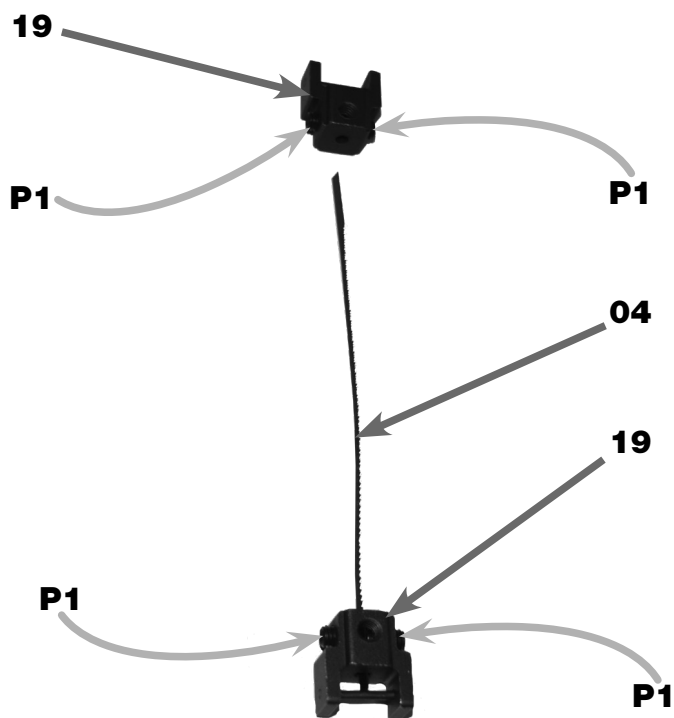

FIGURA 08 – Engate para Lâmina sem pino
2. DESAPERTAR o Manípulo Tensionador (07), cerca de 2 voltas completas;
3. ENCAIXAR a Lâmina de Corte (04) no Engate para Lâmina sem Pino (19) (figura 08);
4. APERTAR os parafusos **P1** para fixação da Lâmina de Corte (04) (figura 08);
5. ENGATAR o Engate para Lâmina sem Pino (19) no Suporte da Lâmina (08) (inferior);
6. PRESSIONAR para baixo o Suporte da Lâmina (08) (superior);
7. ENGATAR o Engate para Lâmina sem Pino (19) no Suporte da Lâmina (08) (superior);
8. APERTAR o Manípulo Tensionador (07).